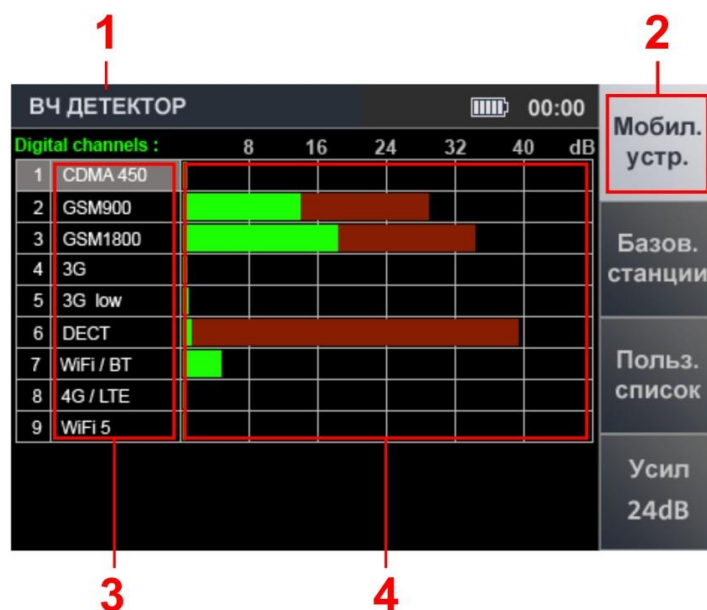

Рис.16
Функция позволяет обнаружить активные мобильные устройства цифровых систем связи и провести анализ их сигналов в соответствующем диапазоне. Экран представлен на рис.16.
**Цифрами на рис.16 обозначено:**